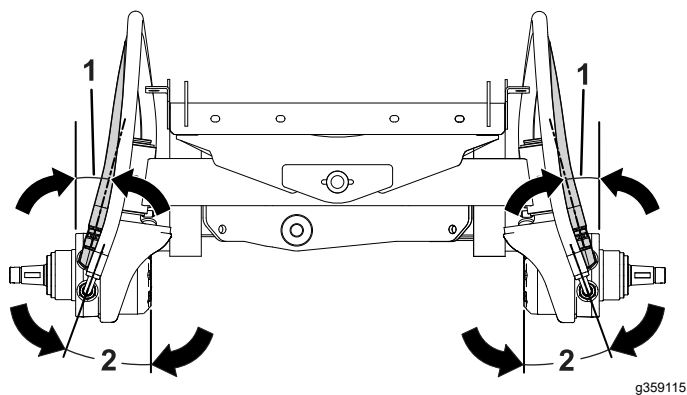

Figur 4
3. Montera den nya raka kopplingen och 90-gradersknäröret på hjulmotorn (Figur 4).
6. Montera slangen med raka kopplingar på 90-gradersknäröret (Figur 4).
7. Montera slangen med 90-gradersknäröret på den raka kopplingen (Figur 4).
16. Ta bort ett lock åt gången och montera rätt slang på hydraulledningen enligt Figur 4.
17. Ta bort det återstående locket och montera slangen på hydraulledningen (Figur 4).